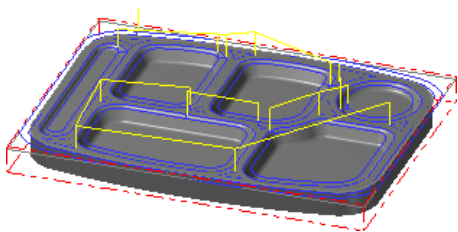
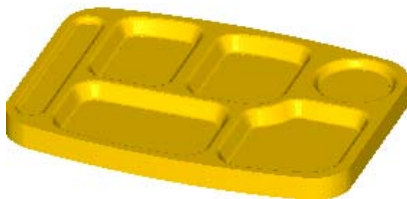

图 1.32 刀具路径
图 1.33 仿真结果图
(1) 在“曲面精加工环绕等距”对话框中单击 **环绕等距精加工参数** 选项卡，在 **大切削间距 (M)** 文本框中输入值 8；在 **加工方向** 区域选中 **顺时针** 单选项；选中 ☒ **由内而外环切**、☒ **切削顺序依照最短距离** 复选框，取消选中 **预定深度 (D)...** 按钮前的复选框。
(2) 单击 **间隙设置 (G)...** 按钮，然后在系统弹出的“刀具路径的间隙设置”对话框中选中 ☒ **切削顺序最佳化** 复选框，其他参数设置保持系统默认设置，单击 **✓** 按钮。
Step6. 完成参数设置。单击“曲面精加工环绕等距”对话框中的 **✓** 按钮，系统在图形区生成图 1.32 所示的刀具路径。
(1) 在 **刀具路径** 选项卡中单击 **✓** 按钮，然后单击“验证已选择的操作”按钮 ，系统弹出“验证”对话框。
(2) 在“验证”对话框中单击 **▶** 按钮。系统将开始进行实体切削仿真，结果如图 1.33 所示，单击 **✓** 按钮。